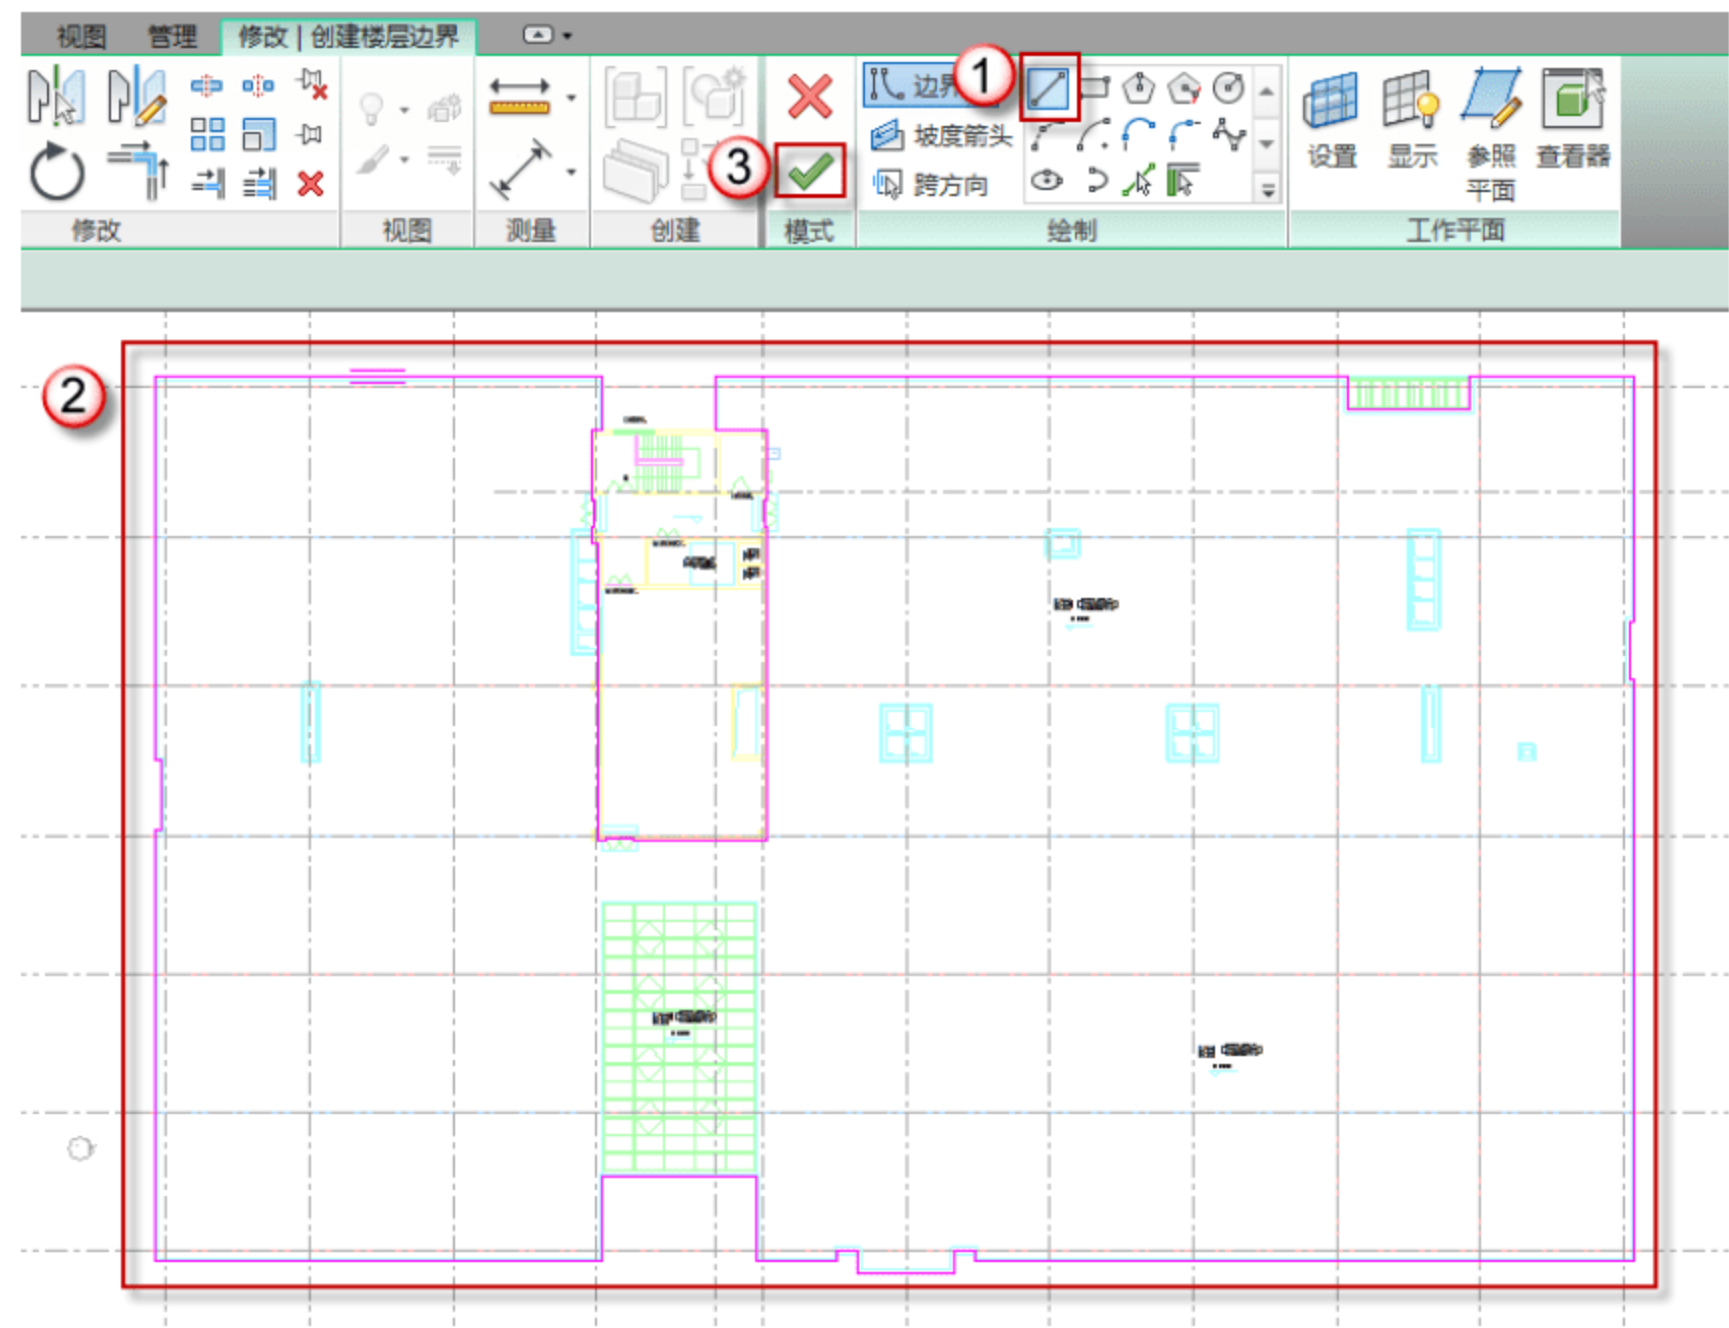

图 12.1.18 绘制上人屋面板
(16) 绘制上人屋面板。选择“直线”绘图方式，在相应的位置绘制上人屋面板的轮廓，最后在上下文关联选项板中单击√按钮，如图 12.1.18 所示。